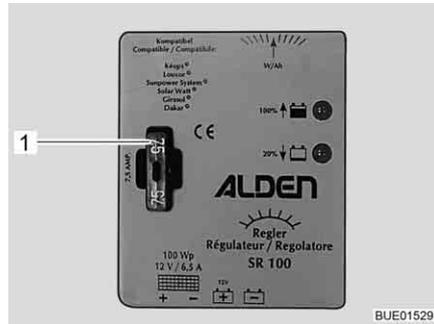

Fig. 166 Fusible del regulador de carga solar de 100 W
- Cambiar el fusible plano 5 A/marrón claro (Fig. 166,1).